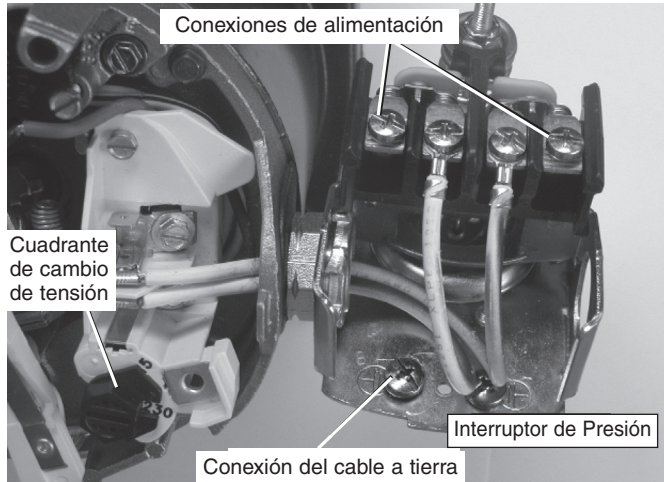

Figura 8: Tensión configurada para 230 voltios, tipo cuadrante.
3. Conecte los conductores de alimentación a los dos tornillos exteriores en el manóstató según se ilustra en el Figura 8.
4. Conecte el cable a tierra a una de las conexiones a tierra según se ilustra en la Figura 8.
- Paso 1. Conecte el alambre de puesta a tierra primero según se ilustra en la Figura 8. El alambre de puesta a tierra debe ser un alambre de cobre sólido por lo menos tan grande como los alambres de suministro de corriente.
- Paso 4. Conecte los alambres de suministro de corriente al conmutador de presión según se ilustra en la Figura 8.